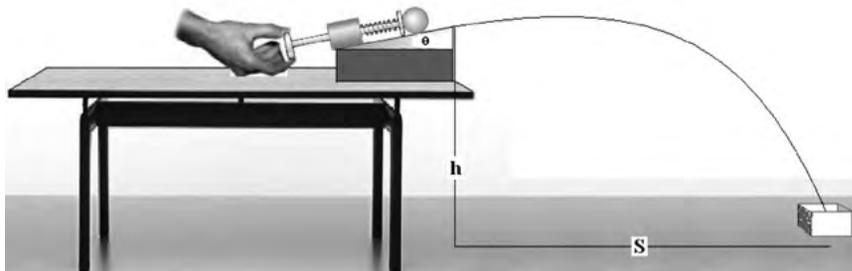

Figura 14.1
2. Resuelva el siguiente problema: Dos niños juegan a encajar un balín dentro de una caja que se encuentra a $S = 2 \text{ m}$ de una pistola, como se muestra en la figura 14.1. Si la masa del balín es de 100 g y este cae justo dentro de la caja cuando el resorte de la pistola se comprime 8 cm , encontrar la constante elástica del resorte (k) que permite esto.